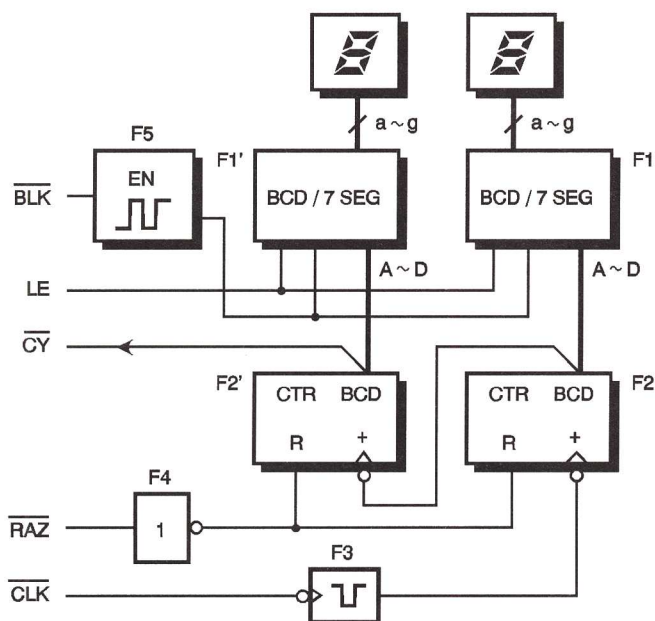

Fig 1
■ Schéma fonctionnel (figure 1)